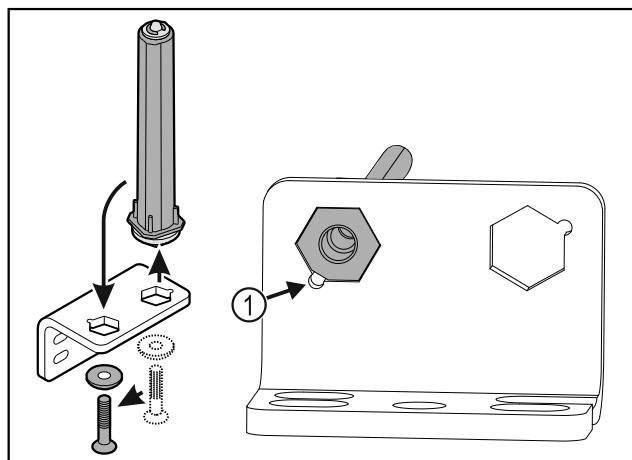

Fig. 37
- ▶ Pobrinite se za to da je prilikom umetanja zakošenje na svornjaku Fig. 37 (1) usmjereni prema okrugloj rupi.